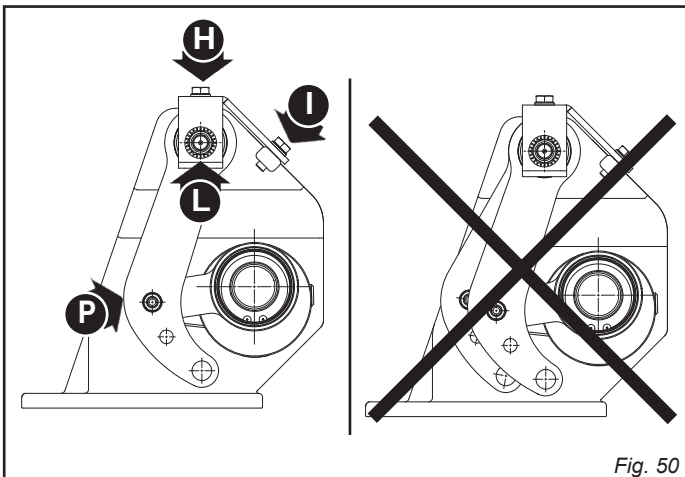

Fig. 50
- ВНИМАНИЕ! Не затягивать винты, предварительно не выровняв вилки в правильном положении (P, рис. 50).